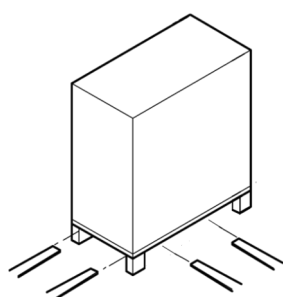
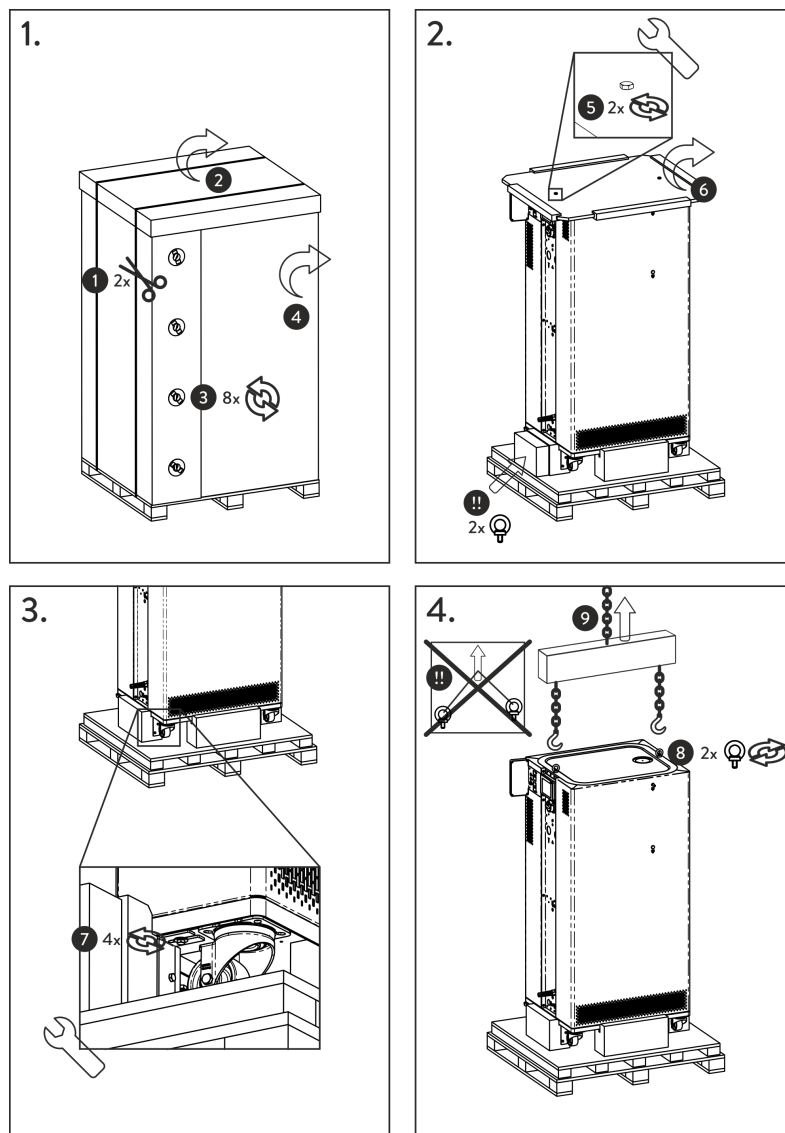

Fig. 1: Transport avec le chariot élévateur
Fig. 2: Graphique des instructions de déballage
1. **Figure 1** : Couper les sangles de cerclage ① et les retirer.
2. Soulever le couvercle de l'emballage en carton ② et le retirer.
3. Dévisser les fermetures à baïonnette ③ du carton. Pour cela, les tourner dans le sens antihoraire.
4. Retirer le carton ④.
5. **Figure 2** : Dévisser les vis ⑤ du couvercle en bois. Pour cela, les tourner dans le sens antihoraire. Retirer le couvercle en bois ⑥.
7. **Figure 2 :** Retirer les anneaux de manutention de l'emballage.